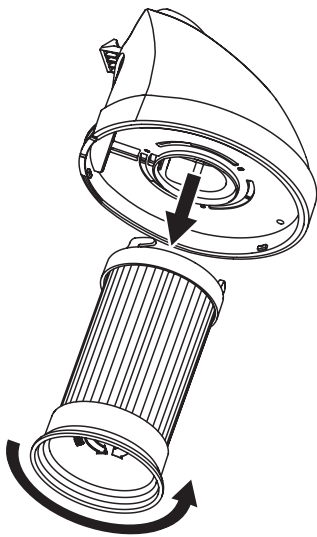

FIG. 21
- Step 2:** Grasp the pleated filter and turn counter clockwise to remove (FIG. 21).
Étape 2 : Saisissez le filtre plissé et tournez-le vers la droite pour le retirer. (FIG. 21)
Paso 2: Sostenga el filtro plegado y gírelo a la izquierda para retirarlo (FIG. 21).